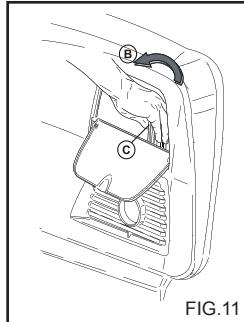

FIG.11
Dette kapitel behandler kun de modeller som er udstyret med "trykregulerende" anordning. Trykregulatoren, fig. 11, giver brugeren mulighed for at indstille arbejdstrykket. Når knap C drejes mod uret (B) (minimum), nedsættes vandtrykket.